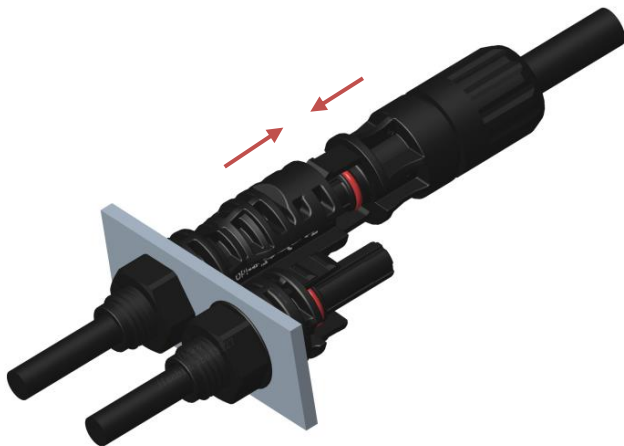

Figure 20
- ◇ 公母连接器插合：将公/母电缆连接器插入母/公面板连接器，直至其啮合。轻轻拉动，以检查是否啮合牢固（如图 20&21）。
Insert the Male/ female cable connector into the female/ male panel connector until they engage. And pull lightly to check correct engagement (Fig. 20&21).